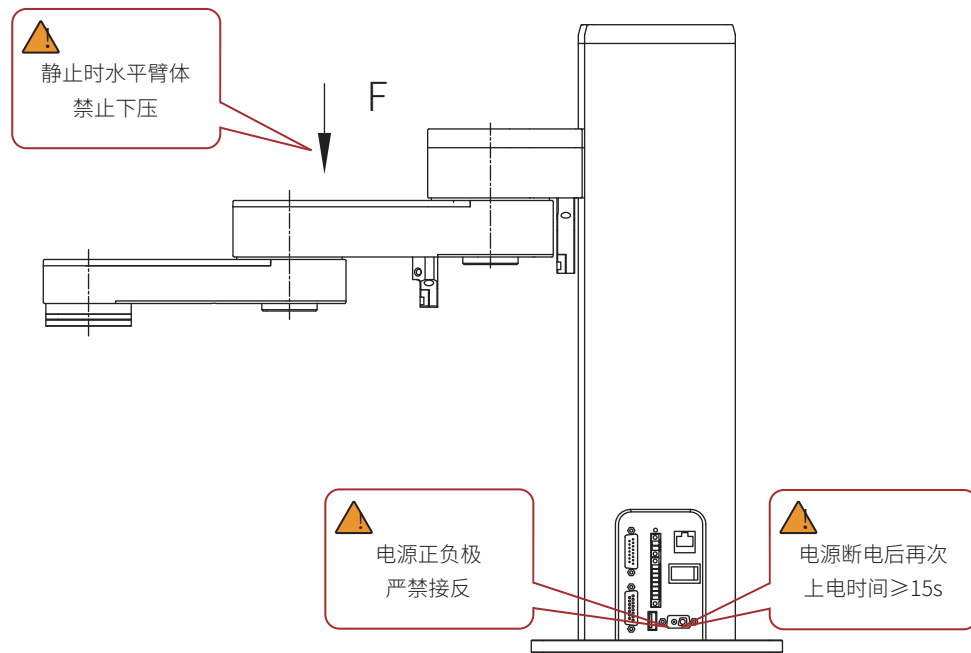

图 7
4. 带电拔插，电源正负极接反警告（图7所示）
5. 断电静止时水平臂体不能下压（图7所示）